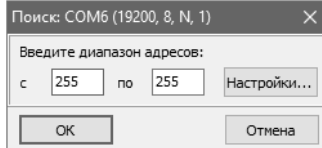

Рисунок 48 – Окно «Поиск: COM67 (19200, 8, N, 1)»
3.15.8 Далее необходимо осуществить поиск адаптера. В главном окне программы «Настройка датчиков и вторичных приборов» выбрать пункт «Устройства» → «Поиск...», либо на клавиатуре нажать клавишу «F3», либо на панели инструментов нажать иконку . На экране появится окно «Поиск: COM67 (19200, 8, N, 1)» (рисунок 48), в котором необходимо задать адрес адаптера – 255. Нажать кнопку «ОК».